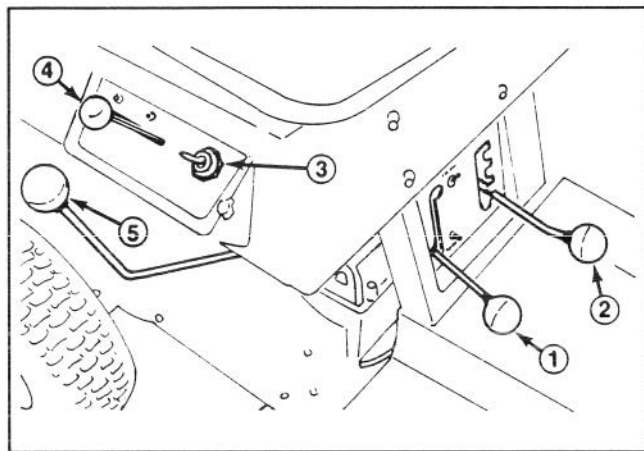

Fig. 2
Leva del cambio di velocità (Fig. 2)
Controllo della lama (Fig. 2)
Leva del gas (Fig. 2)
Altezza di taglio (Fig. 2)
Interruttore dell'accensione (Fig. 2)
3. Per avviare il motore a freddo, spostate la leva del gas in posizione ARRICCHITORE (Fig. 2); l'arricchitore non è necessario se il motore è caldo. Spostate la leva del gas in posizione FAST (marcia) per avviare il trattore.
4. Girate la chiave di accensione (Fig. 2) verso la posizione di avviamento START. Quando il motore si avvia, lasciate la chiave e, se avete usato l'arricchitore, spostate la leva del gas tra FAST e SLOW.
1. Spostate il controllo della lama in posizione DISINNESTO (Fig. 2).
2. Spostate il regolatore dell'altezza di taglio (Fig. 2) nella posizione richiesta.